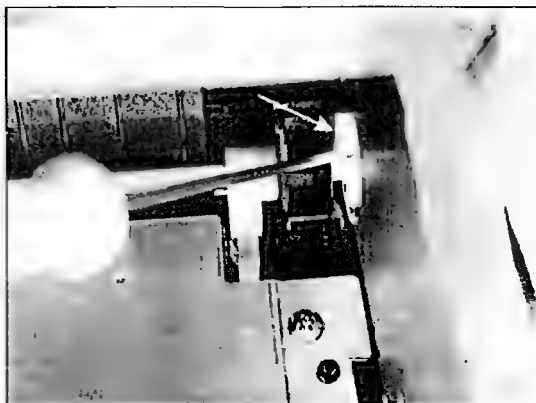

Рис. 6.23
- Отжимают защелку стопора крепления муфты и снимают ее с вала подачи бумаги (рис. 6.23).